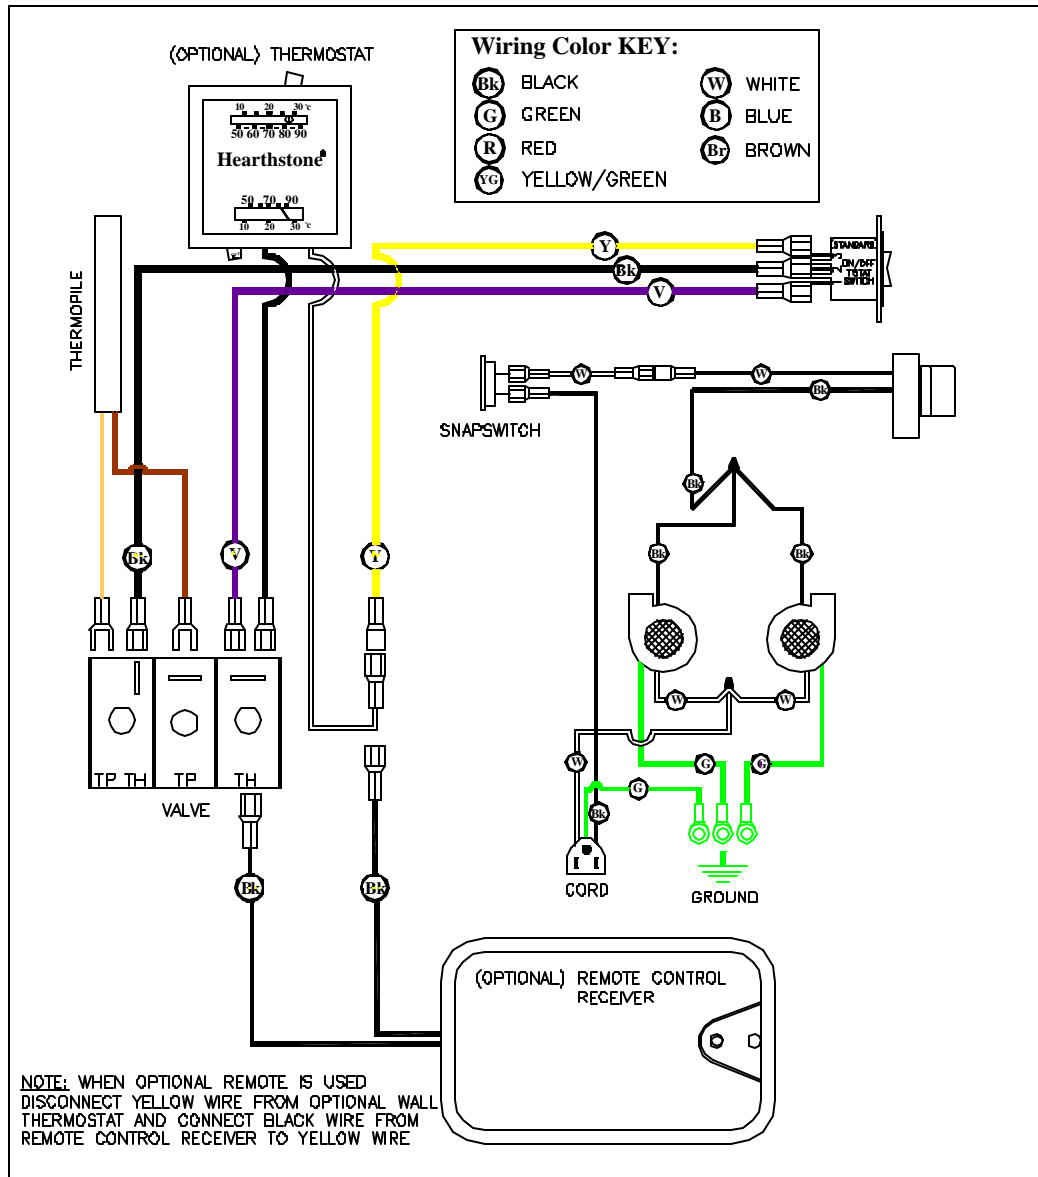

Figure 19: Wiring Diagram
- › **CAUTION:** Label all wires prior to disconnection when servicing controls. Wiring errors can cause improper and dangerous operation. Verify proper operation after servicing. (*Attention: Au moment de l'entretien des commandes, étiquetez tous les fils avant le débranchement. Des erreurs de câblage peuvent entraîner un fonctionnement inadéquat et dangereux.*) The proper location of wire connections is shown in Figure 19.